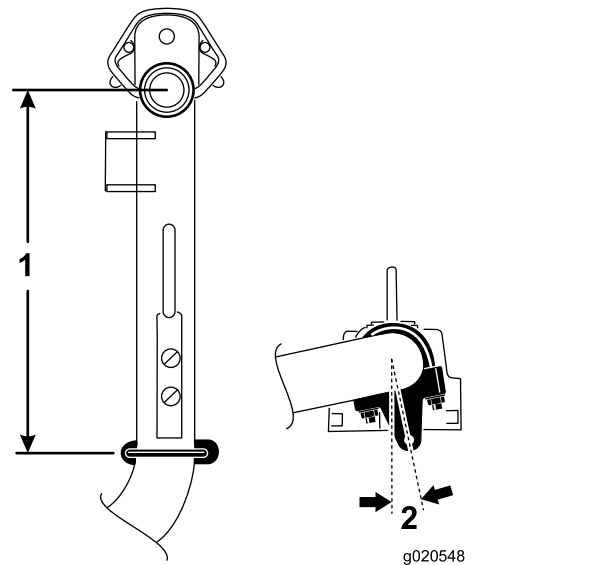

Bild 7
5. Positionieren Sie die Halterungen und U-Bügel an den Hubarmen Nr. 6 und Nr. 7 36,8 cm hinter der Mittellinie des Kreuzgelenks (**Bild 7**).